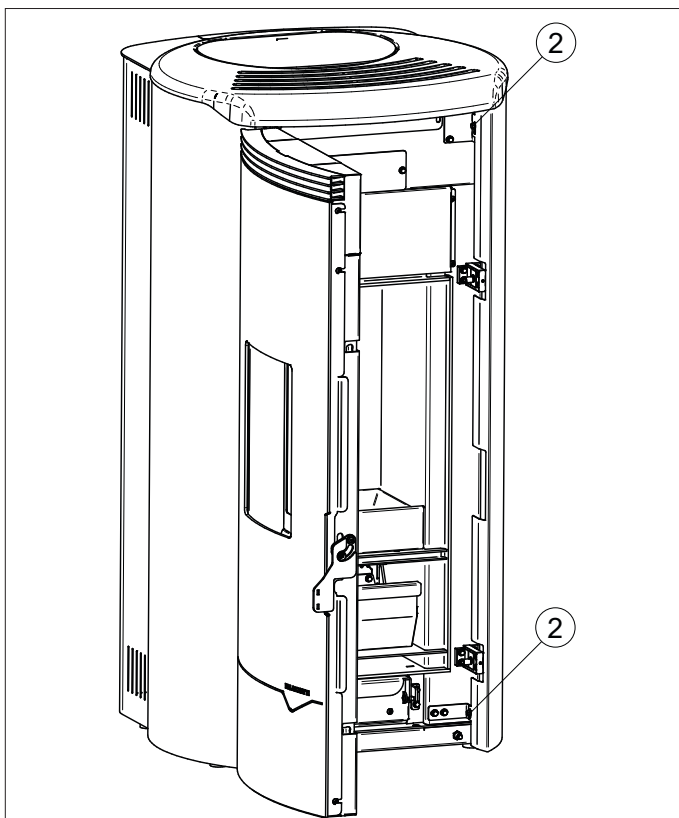

Fig. 6.3b
- Svitare le due viti anteriori (2), allentare le quattro viti posteriori di fissaggio del fianco destro (3) e rimuoverlo (**Fig. 6.3b - 6.3c**).